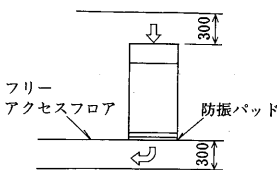

図4
- フリーアクセスフロアの床上げ高さでエアコンの吸込部の高さは図4に示した寸法以上を必ず確保してください。